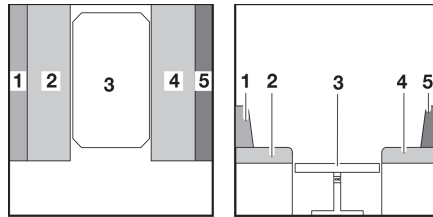

Fig. 149 Pendant la transformation
- Tirer les coussins d'assise (Fig. 149,2 et 4) vers le centre.
- Placer les coussins de dossier (Fig. 149,1 et 5) entre les coussins d'assise et la paroi extérieure.